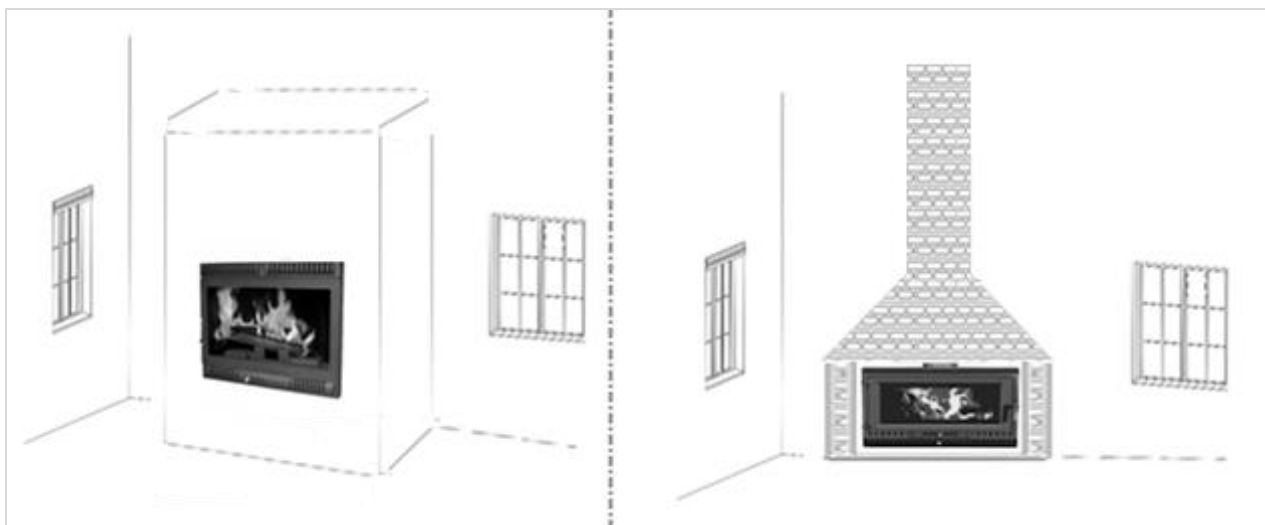

Figura 1 Figura 2
1. **FECHO DA CHAMINÉ (ver figura 1).** Uma das opções comuns de montagem é num compartimento de chaminé, que será composto por paredes e tetos feitos de materiais não combustíveis que serão construídos no local para envolver o aparelho.